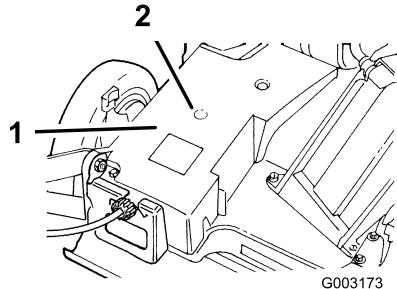

Figura 29
- Conecte una pistola de engrasar en el punto de engrase a través del hueco de la cubierta de la correa (Figura 29).